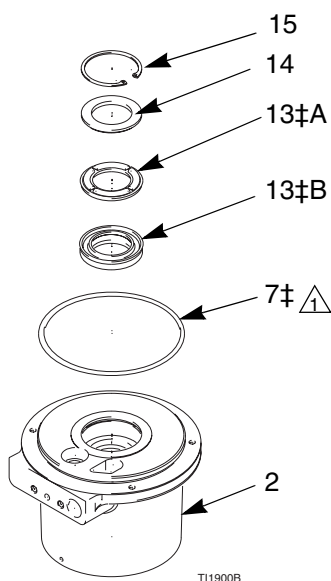

Рис. 11. Основание пневматического двигателя
7. Удалите кольцевое уплотнение (7) с основания пневматического двигателя. Воспользуйтесь съемником скоб, чтобы извлечь с-образную скобу (15), затем снимите шайбу (14), кольцо (13± А) и уплотнение (13± В). Заметьте ориентацию этих деталей. См. Рис. 11.
1. Поместите кольцевое уплотнение (7†) на основание пневматического двигателя (2). Смажьте кольцевое уплотнение и центральное отверстие основания. Установите уплотнение (13‡ В) так, чтобы канавка была направлена вверх. Установите кольцо (13‡ А) в канавку, при этом отметки должны располагаться сверху. Установите шайбу (14) плоской стороной вверх, затем с-образную скобу (15). См. Рис. 11.